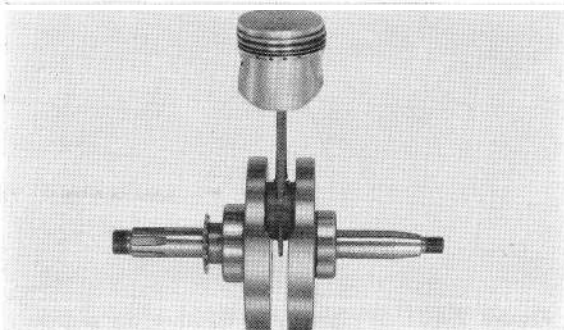

Figure 2-44 : vilebrequin
6. Déposer le poussoir de la cheville d'accouplement. (figure 2-44).